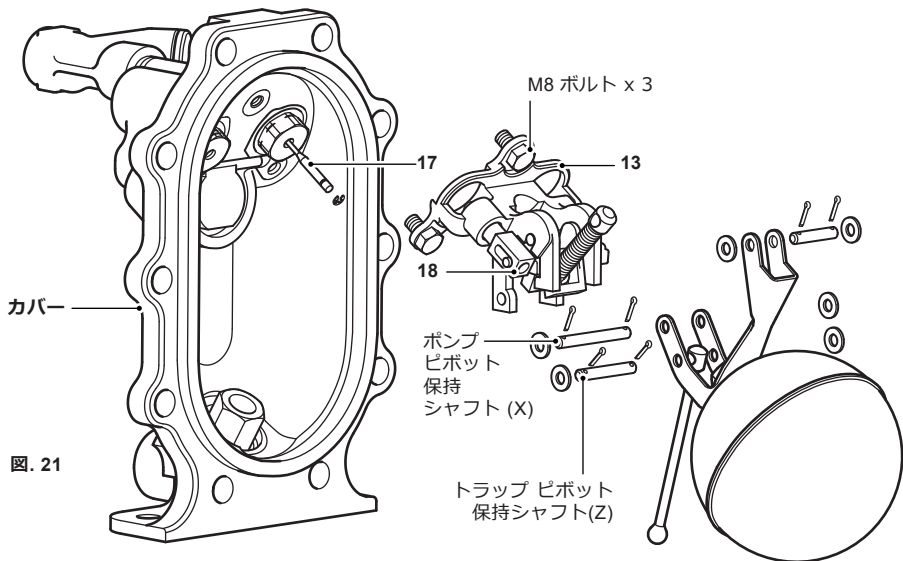

図. 21
10. 交換用シャフトは、以下の順序で取り付けると作業しやすくなります。（図21 参照）